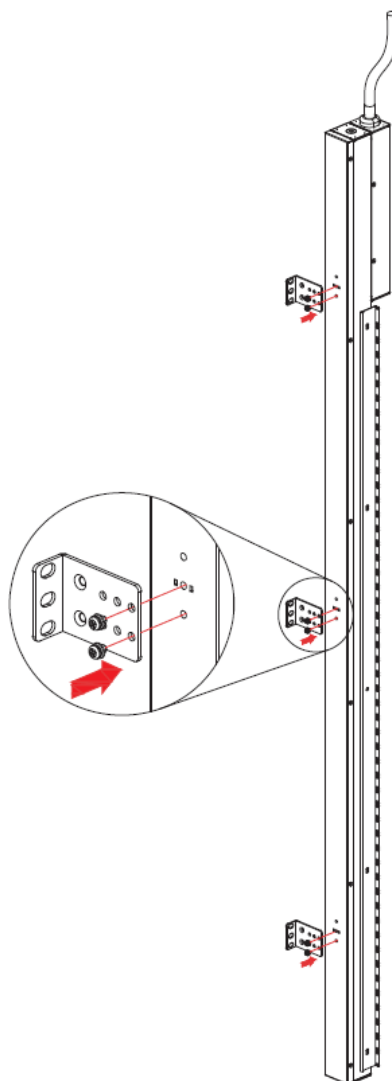

Рисунок 3
3. Прикрепить монтажные кронштейны к БРП с помощью винтов М4*8 мм, которые поставляются вместе с кронштейнами. См. **Рисунок 3**.